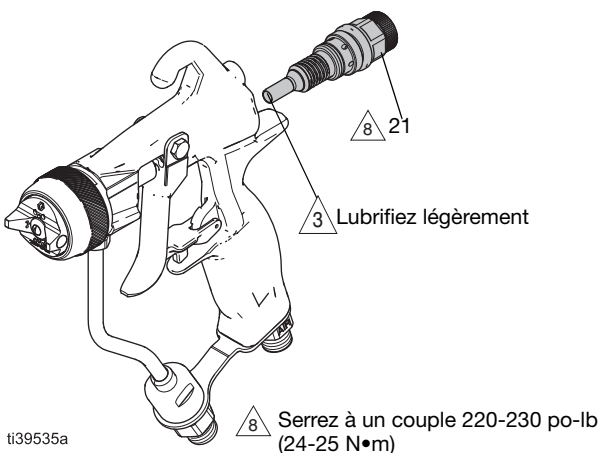

FIG. 43 : Installation de la cartouche d'air
Nettoyer le boîtier de la cartouche d'air	FIG. 43 à la page 30.
3. Faites glisser l'ensemble (21) hors du pistolet.
5. Lubrifiez la buse de la cartouche d'air vissez l'ensemble de cartouche d'air (21) dans la partie arrière du pistolet. Serrer à un couple de 24 à -25 N-m (190 à 220 po-lb). Voir FIG. 43.
7. Lubrifiez la buse de la vanne d'air (21a), et vissez dans la partie arrière du pistolet. Serrez à un couple de 220-230 po-lb (24-25 N•m). Voir FIG. 43.
2. Desserrez l'ensemble de cartouche d'air (21) à l'arrière du pistolet à l'aide de l'outil pour pistolet (29).
3. Extrayez l'ensemble de cartouche d'air (21) du pistolet. Voir FIG. 43.
7. Lubrifiez la vanne d'air (21a), et placez l'ensemble de cartouche d'air (21) dans la partie arrière du pistolet. Serrez à un couple de 220-230 po-lb (24-25 N•m). Voir FIG. 43.